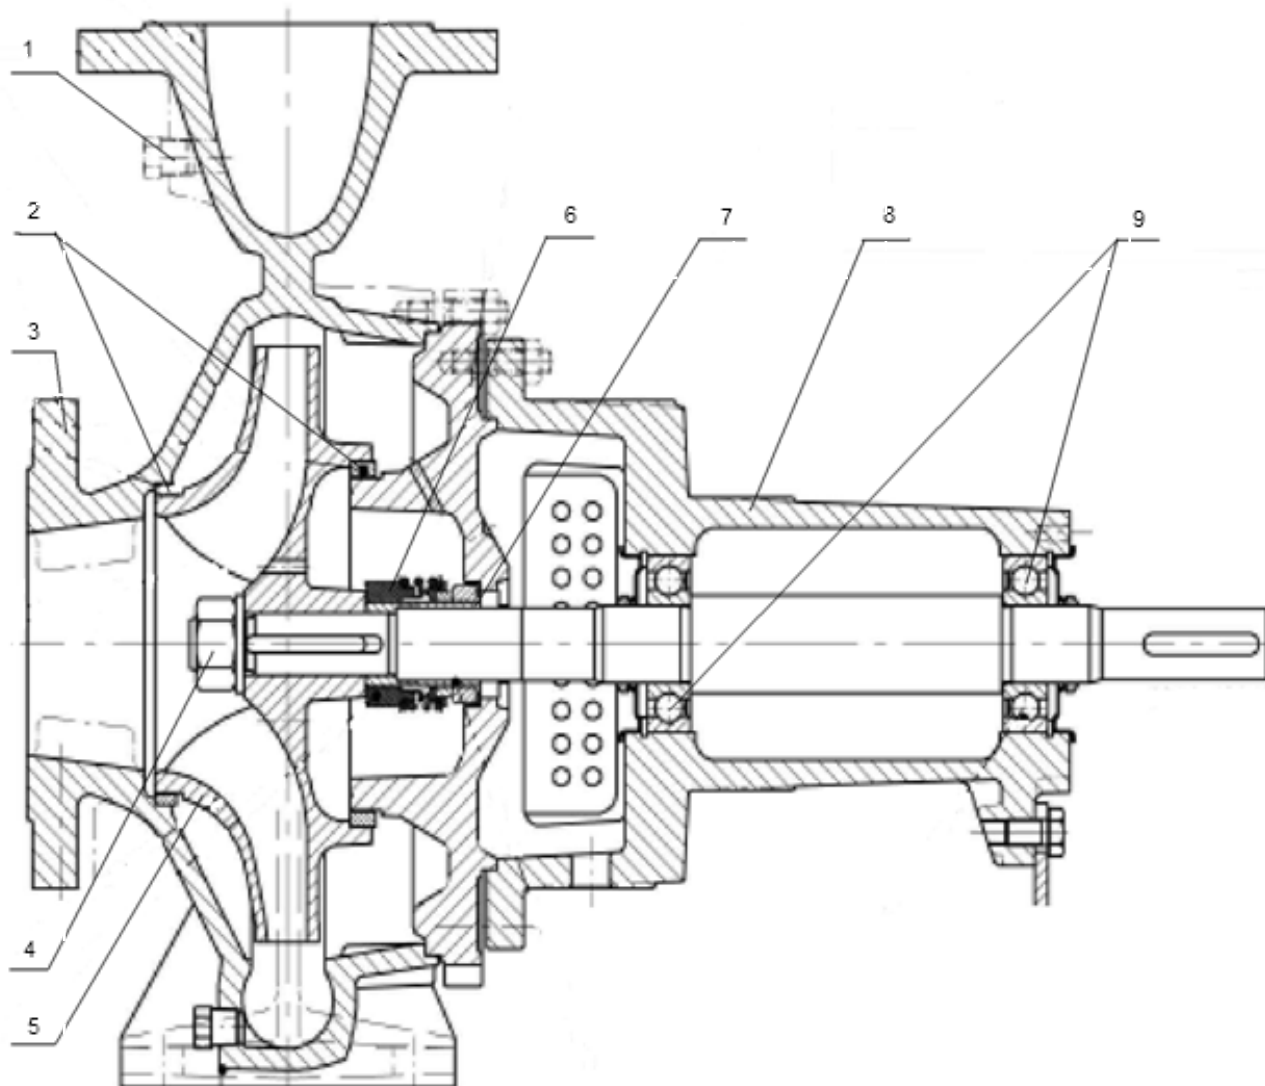

Рис. 3.Общий вид насоса ЦНК - Ех.
3. Открутить болты. (рис. 3) соединяющие фланец с корпусом спиральным поз. 3;